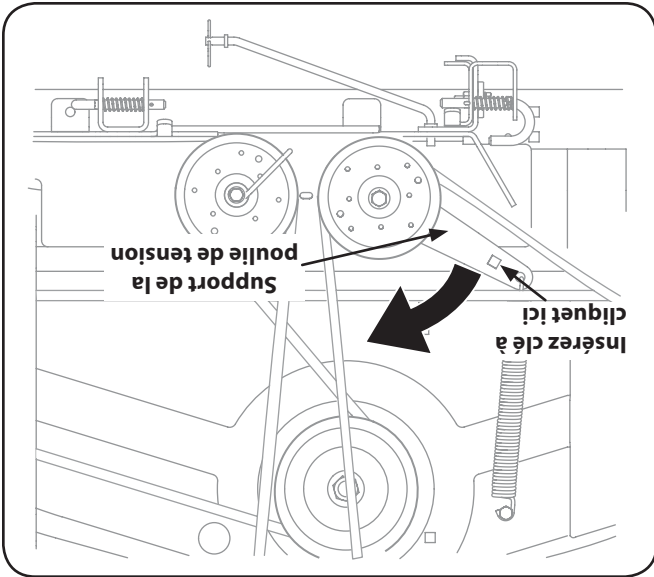

Figure 7-2
**REMARQUE:** Si la tension de la poulie est trop importante pour permettre son démontage facile de l'embrayage de la prise de force électrique, insérez soigneusement une clé à cliquet de 3/8 po dans le trou carré qui se trouve sur le support gauche de la poulie de tension. Faites ensuite pivoter la clé à cliquet vers la droite du tracteur pour détendre la courroie. Voir la Figure 7-2